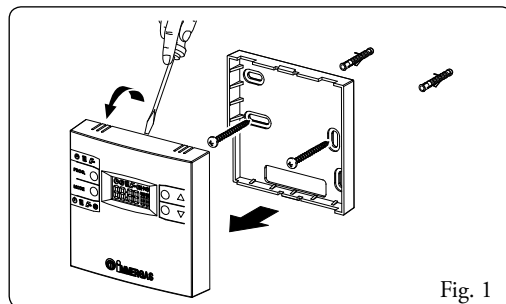

Fig. 1
- 1) Separare la dima di fissaggio dal corpo del mini CRD (Fig. 1).
- 2) Installare il mini CRD tramite gli appositi fori praticati nella parte posteriore dello stesso direttamente alla parete (Fig. 1) utilizzando le apposite viti fornite in dotazione.
- 4) Fissare il corpo del mini CRD alla dima di supporto innestandolo a pressione (Fig. 1).